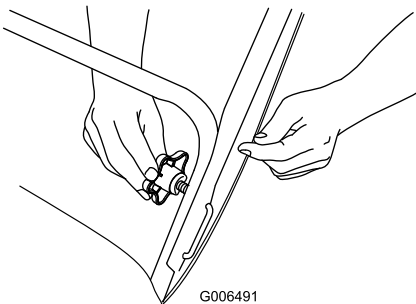

Figure 4
1. Dispositifs de blocage en “U” (2) 2. Boutons de guidon
2. Insérez le dispositif de blocage en “U” dans le trou libre du guidon et serrez fermement les boutons du guidon (Figure 4).